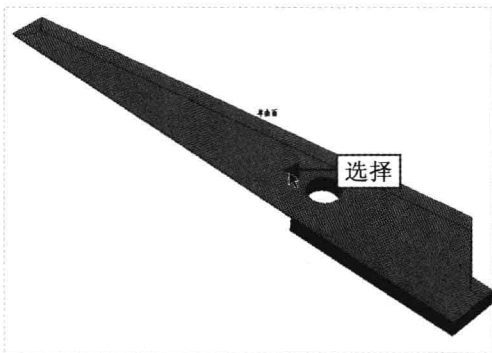

图 15-57 选择底部平面
Step 08 单击“参考”按钮，弹出“参考”下滑面板，在“拔模枢轴”选项区中选择“单击此处添加项”选项，在绘图区选择刀部的底部平面，如图 15-57 所示。